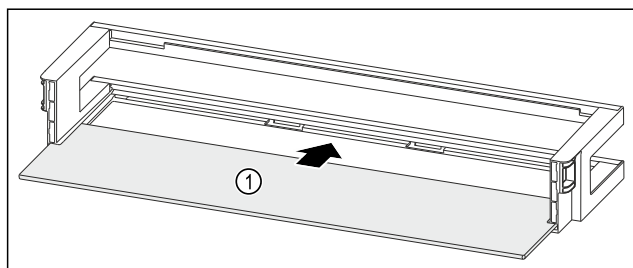

Fig. 95 Półka w drzwiach z półką
- Wsunąć półkę Fig. 95 (1) w boczne wycięcia.